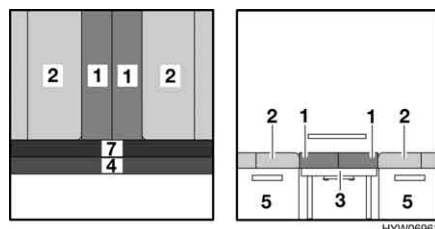

Fig. 95 Dopo la trasformazione
- Posizionare i due cuscini dello schienale (Fig. 95,1) al centro.
- Appoggiare i cuscini aggiuntivi (Fig. 95,4 e 7) sulla prolunga del cassone letto.